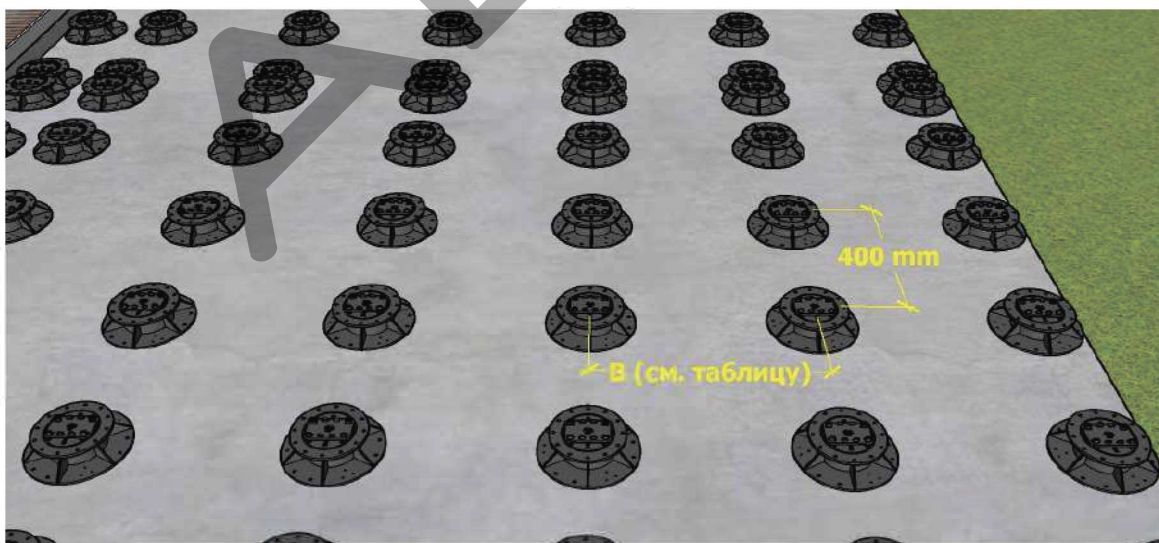

Рис.7
2. На основание устанавливают регулируемые опоры с шагом не более B (см. табл. 1) по направлению укладки лаги, чтобы расстояние между лагами (по центрам) не превышало 400 мм (рис.7). Далее лаги из специального алюминиевого профиля вщелкивают в держатель лаги регулируемой опоры. В месте стыков торцов досок, лаги располагаются с каждой стороны от стыка на расстоянии не более 50 мм (рис.8).